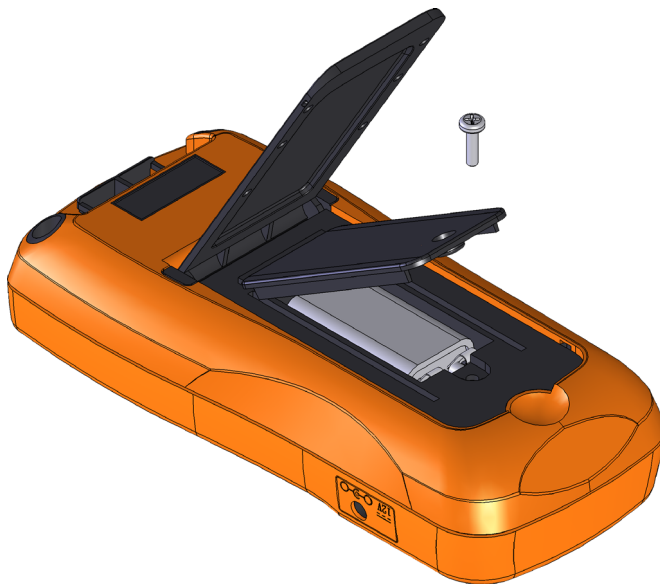

图 1-1 安装电池
- 1 打开电池盖。提起倾斜支架。使用适当的 Phillips 螺丝起子拧下螺丝，并取下电池盖，如图 1-1 所示。